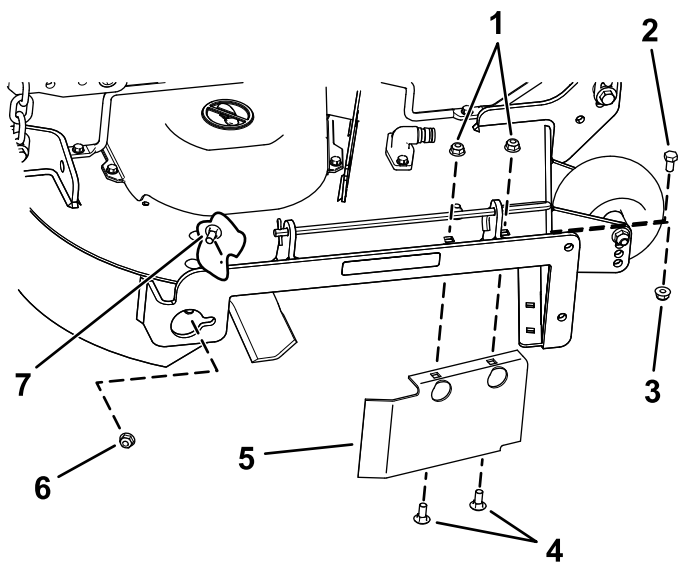

Figura 35
8. Remova o parafuso de carroçaria (5/16 pol. x 3/4 pol.) e porca de bloqueio (5/16 pol.) na parede lateral da plataforma do cortador que prende o abafador à plataforma (Figura 35).
13. Instale as fixações previamente removidas nos furos frontais na placa de descarga e furo frontal na plataforma (Figura 35).
9. Localize o resguardo do abafador na extremidade frontal da abertura de descarga lateral (Figura 35).
10. Remova as fixações que prendem o resguardo do abafador e abafador direito à plataforma do cortador (Figura 35).